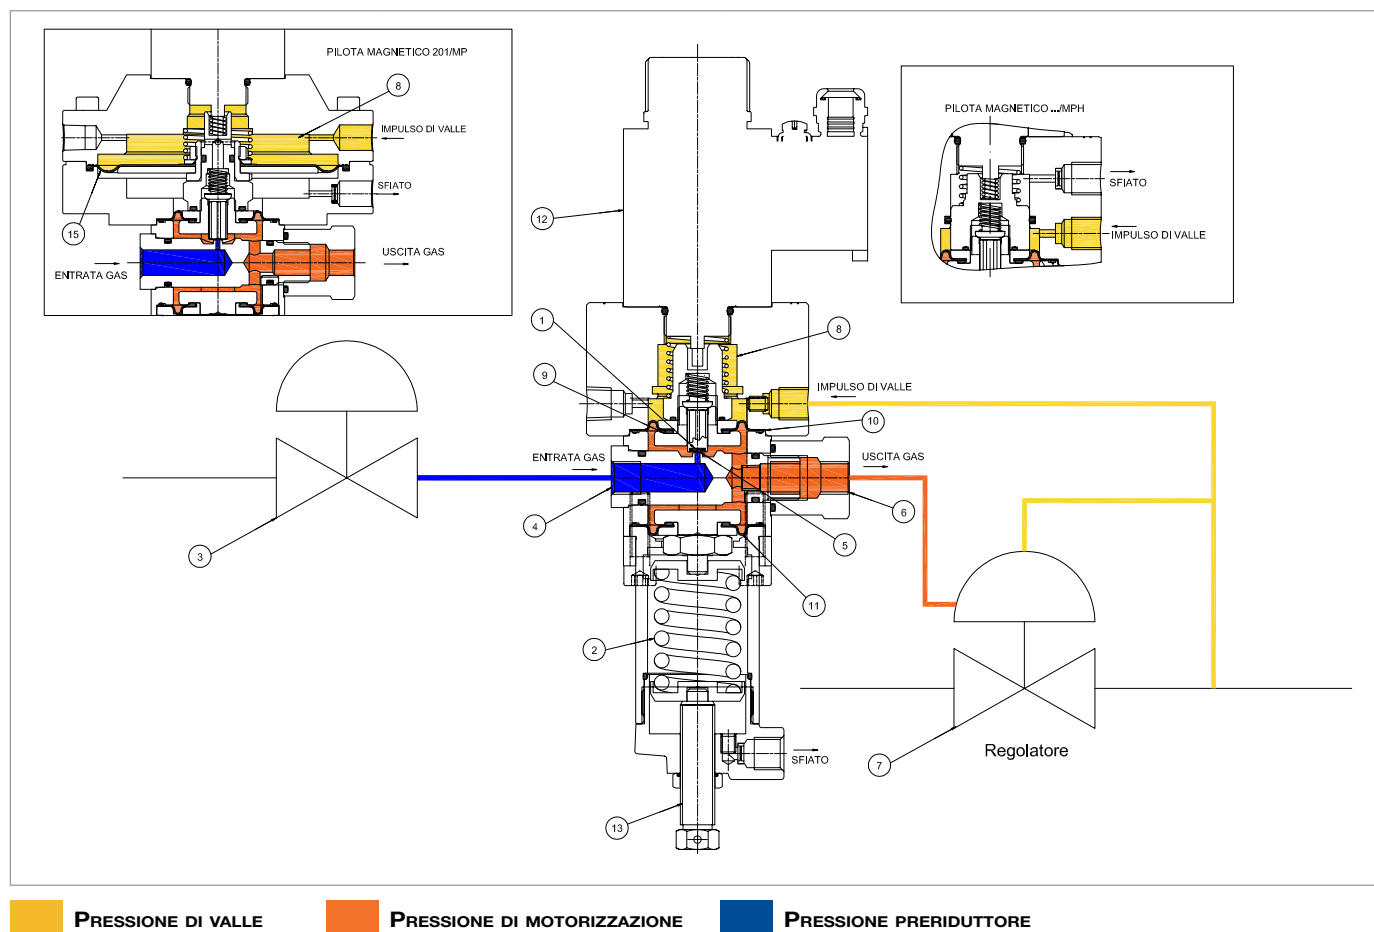

Fig. 4.4. Funzionamento PILOTA 200/MP
- rottura della membrana (rif. 11, Fig. 4.4)
- rottura della membrana (rif. 15, Fig. 4.4)